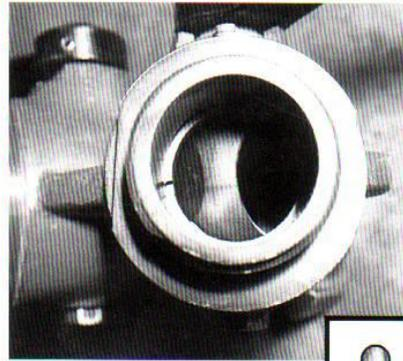

Figura 12.26 Válvula esférica parcialmente abierta (o cerrada).
- **Válvulas esféricas:** se utilizan en descargas del autobomba y en conexiones "Y" conmutados (véase la figura 12.26). Las válvulas esféricas están abiertas cuando la llave de apertura está en línea con la manguera, y cerradas cuando ésta forma un ángulo recto con la manguera. Asimismo, se usan válvulas esféricas en